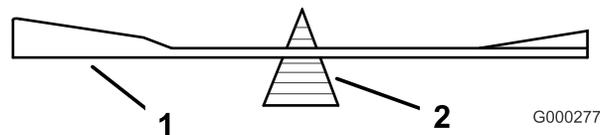

Figure 68
2. Vérifiez l'équilibre de la lame en la plaçant sur un équilibreur (Figure 68). Si la lame reste horizontale, elle est équilibrée et peut être utilisée. Si la lame est déséquilibrée, limez un peu l'extrémité de la partie relevée seulement. Répétez cette procédure jusqu'à ce que la lame soit équilibrée.